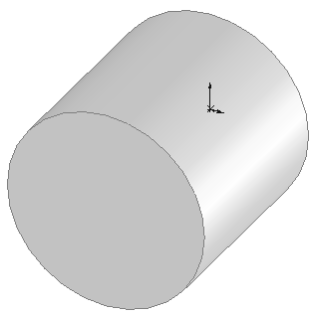

图 3-54 拉伸的图形
3) 拉伸图形。执行“插入”→“凸台/基体”→“拉伸”菜单命令, 或者单击“特征”工具栏中的“拉伸凸台/基体”按钮, 将上一步绘制的草图拉伸为深度为 60.00mm 的圆柱体, 结果如图 3-54 所示。